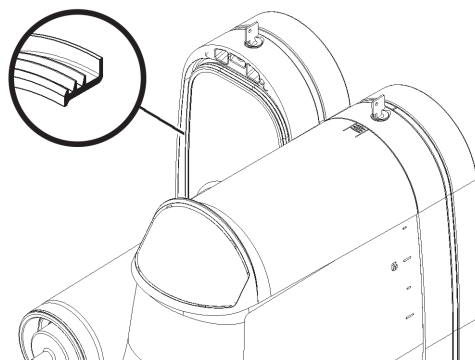

figure 21
- REMARQUE : le bord qui présente le plus grand diamètre doit s'appuyer sur la cloison arrière (voir figure 21).